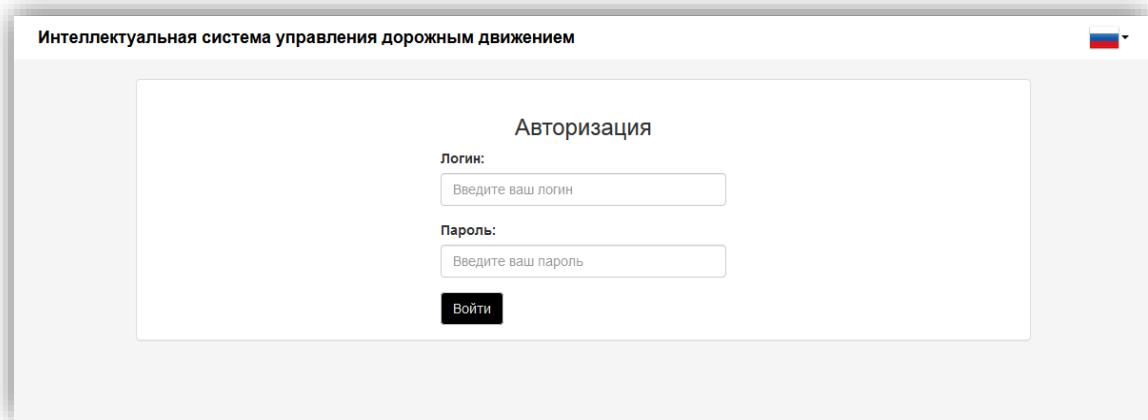

Рисунок 47
3. Запустить на компьютере любой Web-браузер и зайти на Web-страницу контроллера. Для этого надо ввести в адресной строке Web-браузера IP адрес контроллера: 192.168.0.1 (см. Рисунок 47).